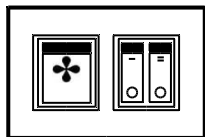

Рис.2. Клавиши управления прибором
2. Включение. Установите левую клавишу в положение (см. рис. 2), при этом начинает работать вентилятор. Нажатие на любую из клавиш 2 или 3 включает половину мощности. Режим полной тепловой мощности включается нажатием на обе клавиши 2 и 3.